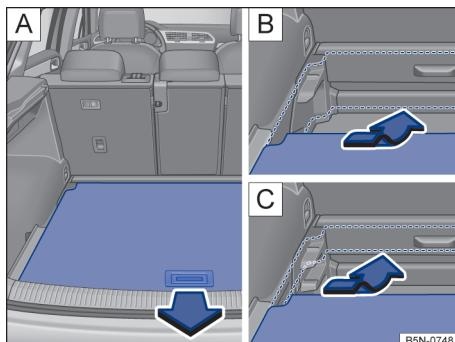

Fig. 184 No compartimento de bagagem: ajustar o assoalho do compartimento de bagagem na altura
- Levantar o assoalho do compartimento de bagagem e puxar para trás tirando dos guias nos lados do compartimento de bagagem → **Fig. 184 (A)**.
- Colocar o assoalho do compartimento de bagagem nas guias da altura desejada e puxar para frente até o batente → **Fig. 184 (B), (C)**.
- Tirar o assoalho do compartimento de bagagem para fora das guias laterais puxando para trás pela alça → Fig. 184.